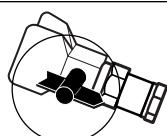

Figure 10- Buse Dans La Position De Nettoyage
10. Tourner la Buse de Pulvérisation à la "Position De Nettoyage" (Voir Figure 10).